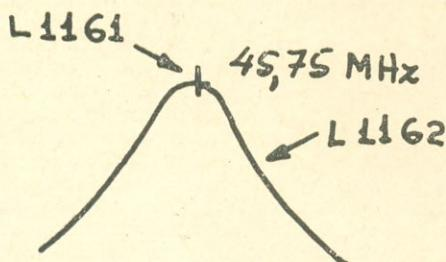

FIG. 1
- 4 — Ajuste L1162 (secundário) para se obter uma curva igual à da Fig. 1.
- 5 — Ajuste L1161 (primário) para o máximo em 45,75 MHz, observando também a Fig. 1.